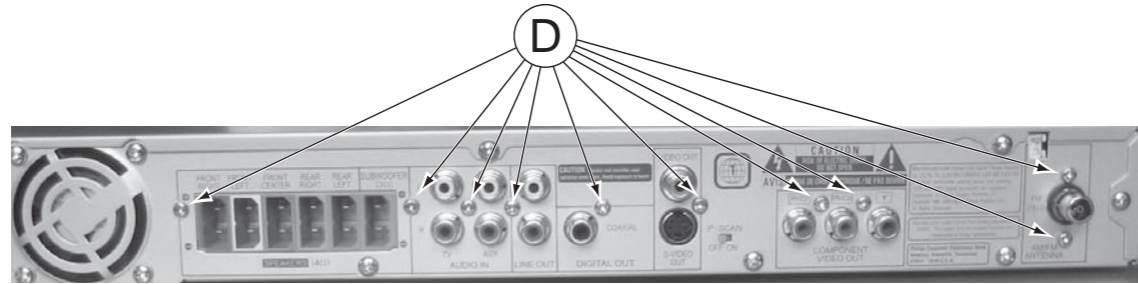

Figura 7
- 1) Solte os 10 parafusos "D" da traseira do painel como mostra a figura 7.